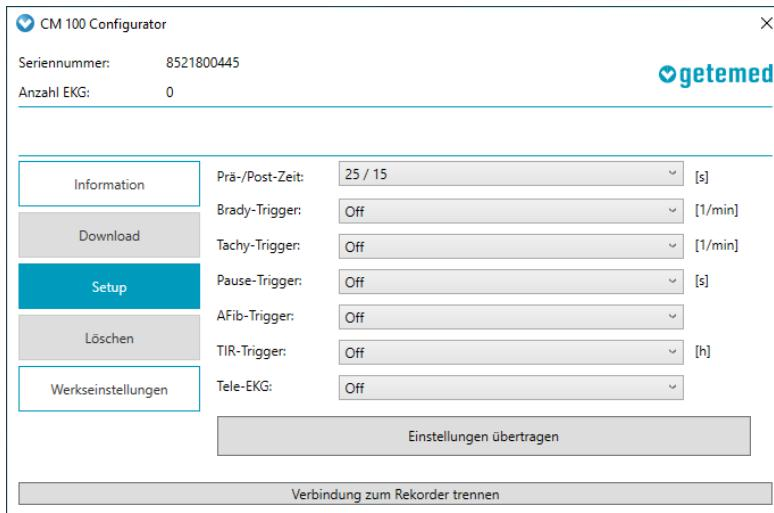

Abbildung 18 – Setup (Einstellungen)
- Ein/Aus des Tele-EKG-Modus für die automatische Übertragung von Aufzeichnungen zu einer Bluetooth-Gegenstelle (Abbildung 18).